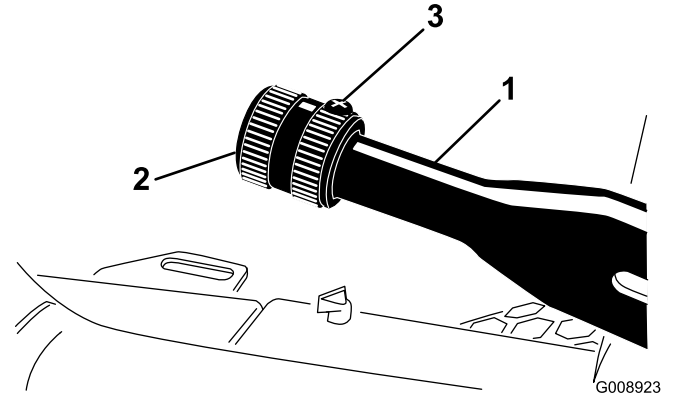

Figura 54
1. Afloje el tornillo de fijación que sujeta el pomo a la palanca del freno de estacionamiento (Figura 54).